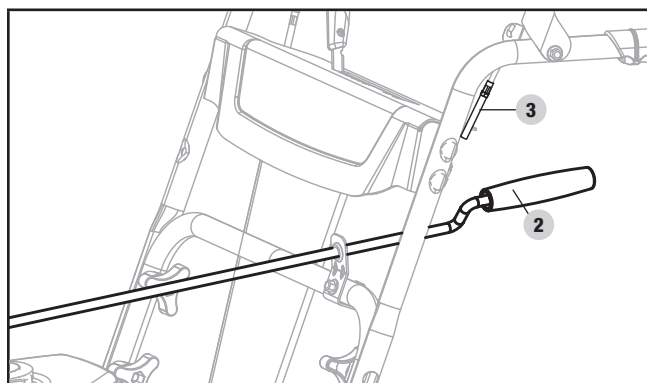

Figure 22C
2. Retirez le levier (2) du support de la goulotte de décharge (figure 22C).
3. Dévissez le bouton du fil de commande de la tarière (3) (figure 22C).